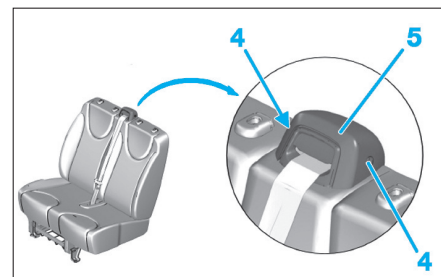

Fig. 26
- Déposer les vis (4) et le boîtier de ceinture pyrotechnique (5) (Fig.26).